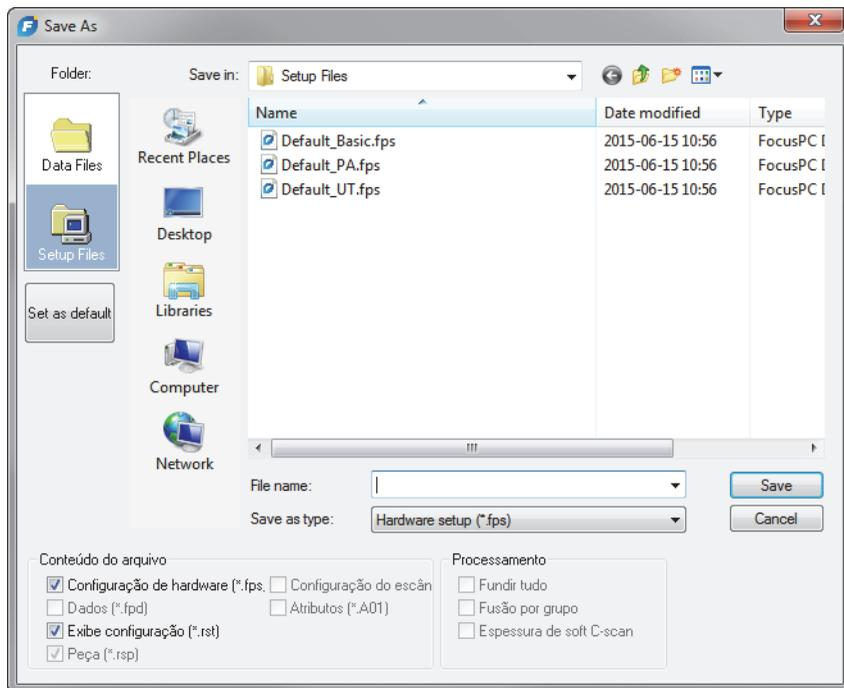

Figura 4-38 Caixa de diálogo salvar como
2. Na caixa de diálogo **Save As** que aparece (Figura 4-38 na página 139), proceda da seguinte forma: